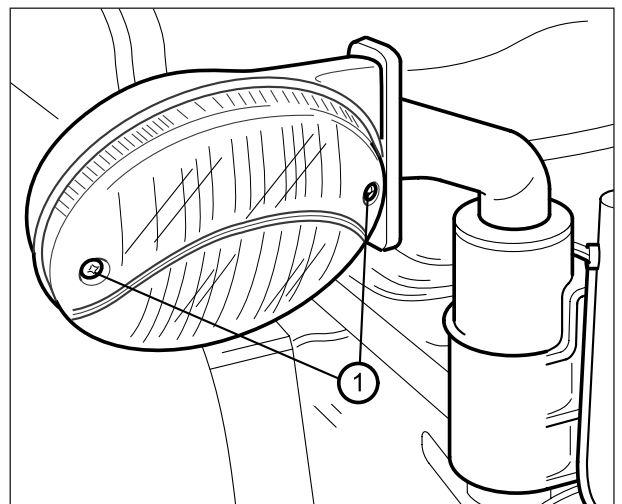

Fig. 132
## Sustitución luces de posición y luces intermitentes delanteras (Fig. 132 - 133)
- 1 - Desenroscar los tornillos (1) Fig. 132 y quitar el vidrio.